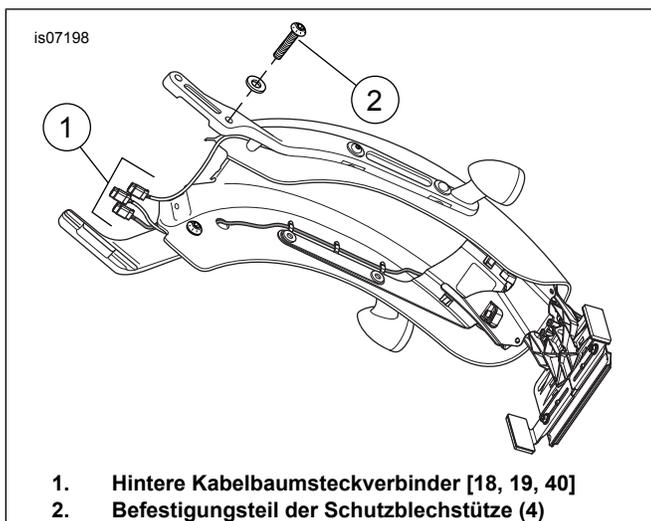

Abbildung 1. Hinterradschutzblech
- Siehe Abbildung 1. Das Schutzblech vorsichtig in seiner Einbauposition anbringen.
- Befestigungsteile der Schutzblechstütze (2) einbauen. Alle Befestigungsteile auf ein vorläufiges Drehmoment von Soziussitzträger-Befestigungsteil 40,7–47,5 N·m (30–35 ft-lbs) Vorläufiges Drehmoment anziehen. Die Befestigungsteile lockern und auf ein endgültiges Drehmoment von 51,5–56,9 N·m (38–42 ft-lbs) anziehen.
- Alle drei hinteren Kabelbaumsteckverbinder [18, 19, 40] (1) anschließen.